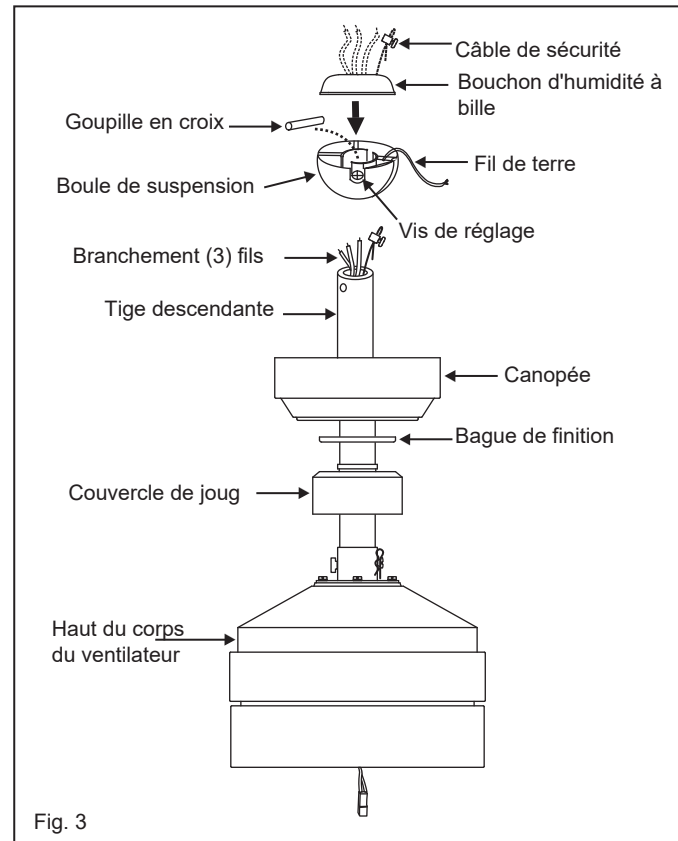

Fig. 3
- 6 Glissez le couvercle de la fourche, l'anneau de garniture et la verrière sur la tige de suspension. (Fig. 3)
- 8 Faites passer les fils dans les trous du capuchon anti-humidité de la bille en caoutchouc et faites glisser le capuchon sur le dessus de la bille. (Fig. 3)
- 1 Retirez la plaque murale existante et l'ancien interrupteur de la boîte de prise murale. (Fig. 3)
Un flux d'air VERS LE BAS crée un effet de refroidissement comme le montre la figure 3. Cela vous permet de régler votre climatiseur sur un réglage plus chaud sans affecter votre confort.